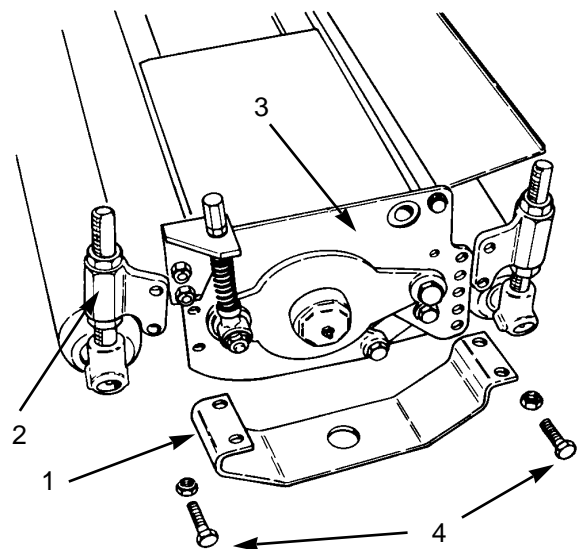
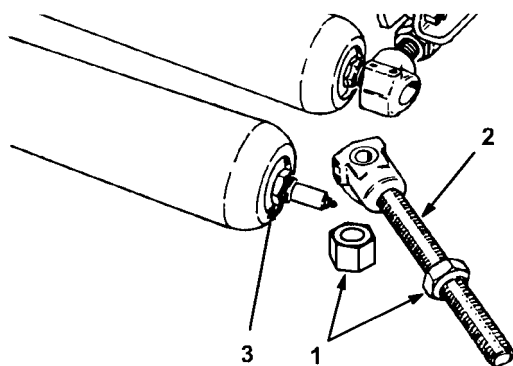

図33
図 34
1. ガードとローラ・調整ハウジングをサイド・プレートに留めているボルト類を取る(図33)。或いは、上のコーン・ナットを外して調整ハウジングのロッドを取ってもよい(図34)。
2 . ロッド&カラー・アセンブリは、ローラ両端から抜き取れば取り外すことができる（図34）。
重要 新しいローラをカッティングユニットに取り付ける時には、ローラ・シャフトのロックナットがカッティングユニットの右側にくるように（図34；運転席から見たときに）取り付けてください。これにより、使用中にロックナットがゆるむのを防止することができます。